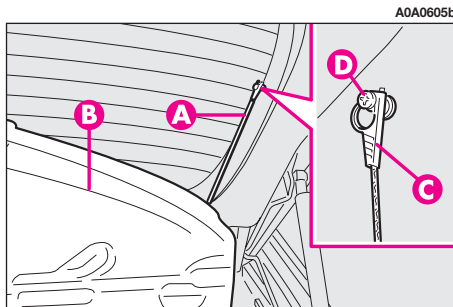

fig. 18
- liberare le estremità dei due tiranti (**A-fig. 18**) di sostegno ripiano sottolunotto (**B**) sfilando gli occhielli (**C**) dai perni (**D**);